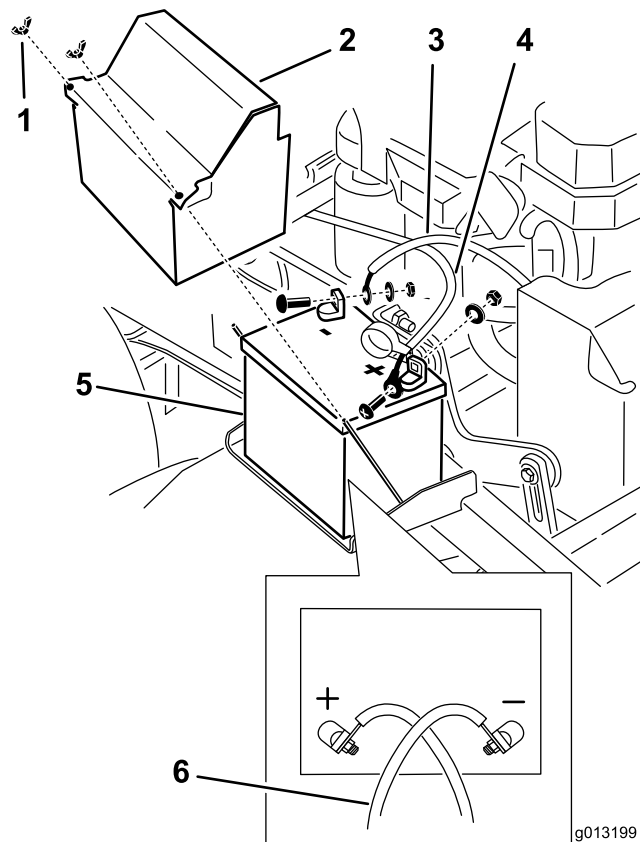

Figura 53
3. Scollegate il cavo negativo della batteria dal morsetto negativo (-) della batteria (Figura 53).
4. Sfilate la guaina rossa del morsetto dal morsetto positivo (rosso) della batteria. Togliete quindi il cavo positivo (rosso) della batteria (Figura 53).
5. Togliete il dispositivo di fissaggio della batteria (Figura 53) e rimuovete la batteria.
1. Montate la batteria sulla macchina (Figura 53).
3. Montate innanzi tutto il cavo positivo (rosso) della batteria sul morsetto positivo (+) della batteria con un dado, una rondella e un bullone (Figura 53). Infilate il cappuccio di gomma sul polo.
4. Montate quindi il cavo negativo della batteria ed il filo di messa a terra sul morsetto negativo (-) della batteria con un dado, una rondella e un bullone (Figura 53).
**Nota:** Se correttamente installati, i cavi della batteria si incrociano l'uno sopra l'altro (Figura 53).